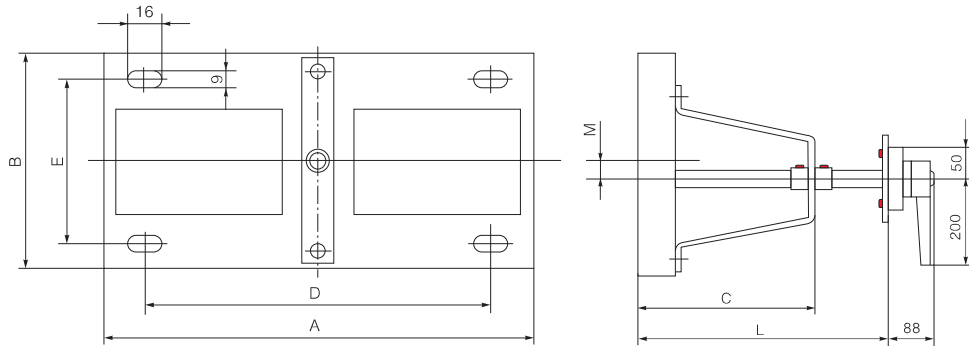

图16
• CFH15-□/□□□S隔离开关外形尺寸及安装尺寸见图16和表10